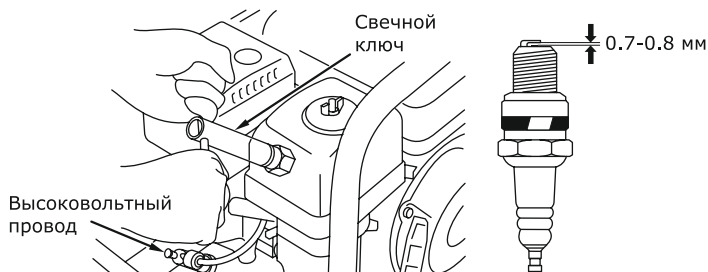

Рис. 18
- Выверните свечным шестигранным ключом (входит в комплект поставки) и осмотрите свечу (рис. 18). Юбка свечи (между керамической частью и металлической частью) должна иметь желто-красноватый цвет.
- Проверьте величину зазора между заземляющим и центральным электродами, используя специальный щуп. При необходимости установите зазор 0,7 – 0,8 мм (рис. 18).